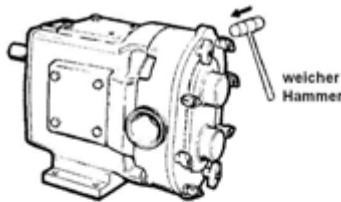

Abb.31 Deckelmuttern entfernen
1. Entfernen Sie die Flügelmutter des Deckels, verwenden Sie zum Lösen einen weichen Hammer (Abb. 31).